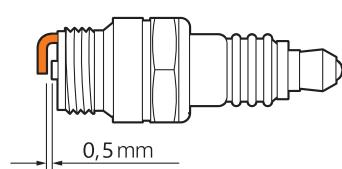

Рис. 20
- Измерьте зазор между электродами свечи при помощи плоского щупа. При необходимости откорректируйте его, осторожно подгибая боковой электрод. Зазор между электродами должен составлять 0.5 мм (Рис. 20).